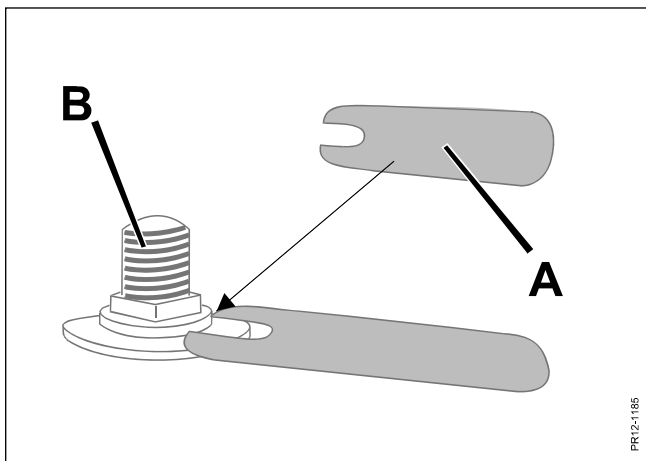

Fig. 5-11
**Fig. 5-11** Quando sostituite le lame verificate e eventualmente sostituite i bulloni **B** di fissaggio sui dischi bloccandoli con la chiave **A** ( Fornita nel Kit ricambi).